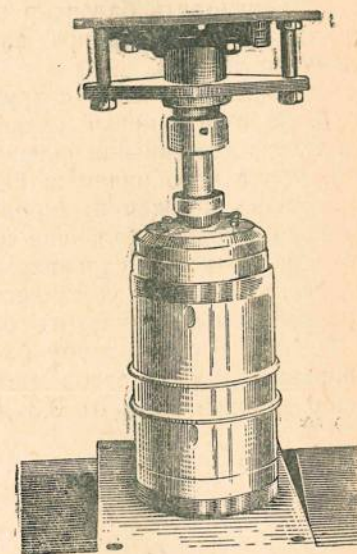

Рис. 142. Запрессовка диска на ступицу нижнего катка
9. Запрессовать внутренний диск на ступице до упора в бурт при помощи оправки (рис. 142). Затем наложить на диск последовательно амортизатор, обод катка 4, второй амортизатор и диск, слегка накрутить круглую гайку.